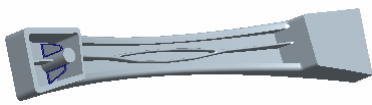
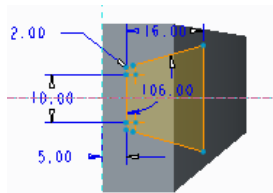

图 5.38.163 拉伸 12
图 5.38.164 截面草图
Step22. 创建图 5.38.163 所示的拉伸特征 12。在操控板中单击“拉伸”按钮 。选择 DTM2 基准面为草绘平面，选取 TOP 基准平面为参考平面，方向为 **顶**；单击 **草绘** 按钮，绘制图 5.38.164 所示的截面草图，在操控板中选择拉伸类型为 ，输入深度值 1.0。单击  按钮，完成拉伸特征 12 的创建。